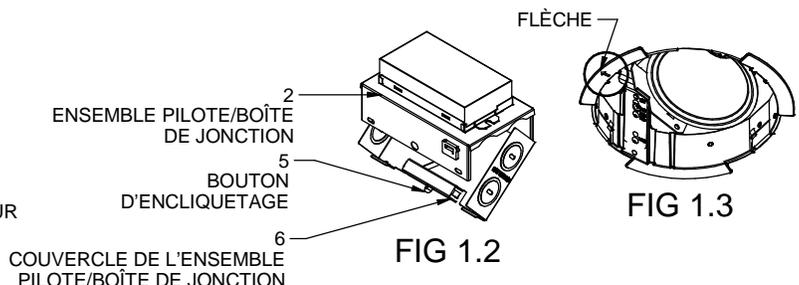

FIG 1.2
1. Pull the conduit through ceiling cut-out (4) and make sure to have enough length to make electrical connections to the Driver/J-Box (2) from below ceiling.
2. Press snap button (5) and swing Driver/J-Box cover (6) **FIG 1.2**. Remove appropriate knockout and assemble appropriate connector for the supply wire used. Connect ground wires to green ground leads. Connect white (common) to white (leads). Connect power supply (line) to black lead(s). Swing the Driver-Box cover (6) closed and snap firmly together with Driver/J-box assembly (2). **WARNING: DO NOT pinch wires between Driver/J-Box cover and J-Box. Consult a qualified electrician for all other options that require other wiring configurations.**
1. Tirer la conduite à travers la découpe de plafond (4) et veiller à avoir une longueur suffisante pour effectuer les raccordements électriques à l'ensemble pilote/boîte de jonction (2) depuis le dessous du plafond.
2. Appuyer sur le bouton d'encliquetage (5) et ouvrir le couvercle (6) de l'ensemble pilote/boîte de jonction. **FIG 1.2.** Retirer l'opercule défonçable qui convient et poser le connecteur qui convient pour le câble d'alimentation utilisé. Raccorder les fils de terre aux conducteurs de mise à la terre verts. Raccorder le fil blanc (commun) au(x) conducteur(s) blanc(s). Raccorder l'alimentation électrique (phase) au(x) conducteur(s) noir(s). Fermer le couvercle (6) du boîtier de pilote et l'enclencher fermement avec l'ensemble pilote/boîte de jonction (2). **AVERTISSEMENT : NE PAS pincer les fils entre le couvercle du Driver/J-Box et le J-Box. Consulter un électricien qualifié pour toute autre option nécessitant une configuration de câblage différente.**